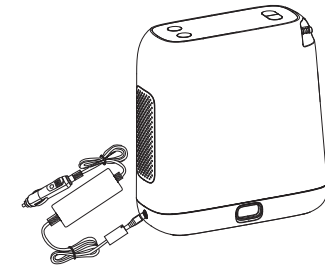

Figura 8
- Cuando esté en funcionamiento, conecte el cable al 8F-2A y, a continuación, conecte el enchufe de alimentación DC (adaptador para encendedor de cigarrillos) a la fuente de alimentación. Como se muestra en la Figura 8.